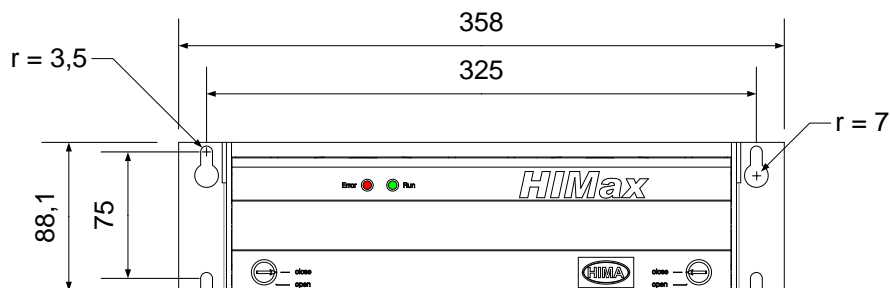
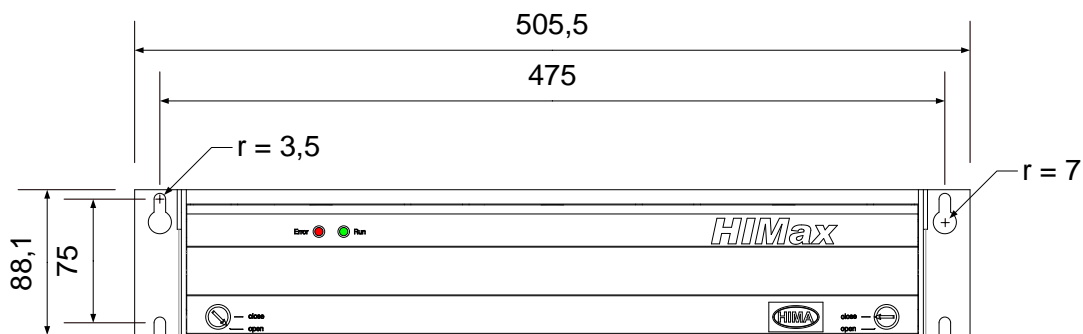
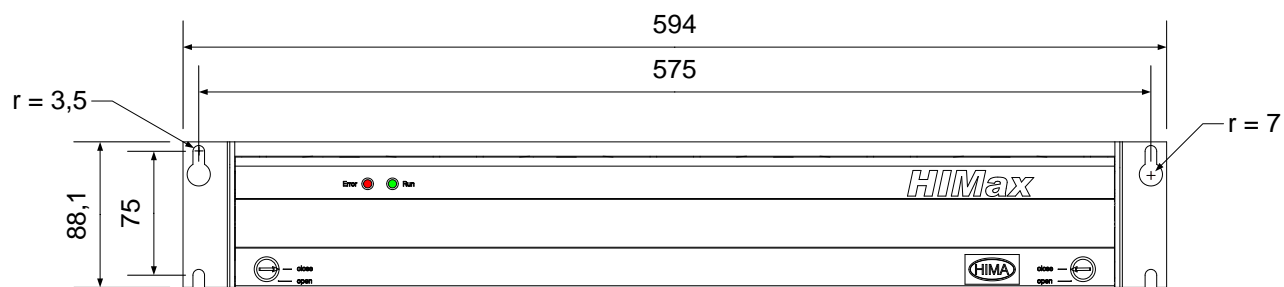

Рис. 7: Размерный чертеж системных вентиляторов 10 01 и 10 03
Рис. 8: Размерный чертеж системных вентиляторов 15 01 и 15 03
Рис. 10: Размерный чертеж системных вентиляторов 18 01 и 18 03
2. Расстояние между резьбовыми отверстиями см. в размерных чертежах Рис. 7, Рис. 8 и Рис. 10.